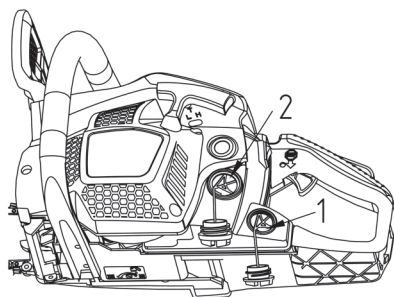

Рис. 6.1
1. Откройте крышку топливного бака (рис. 6.1 поз. 2).